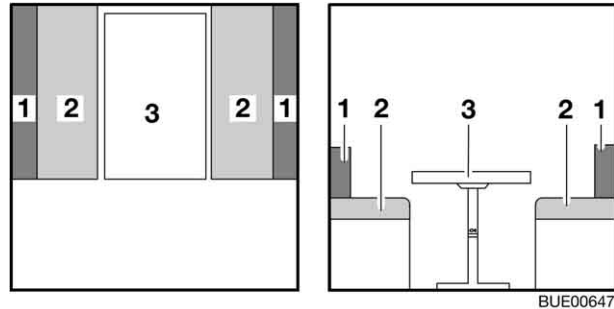

Fig. 74 Avant la transformation
- Convertir la table (Fig. 74,3) en sommier de lit (voir paragraphe 6.8).